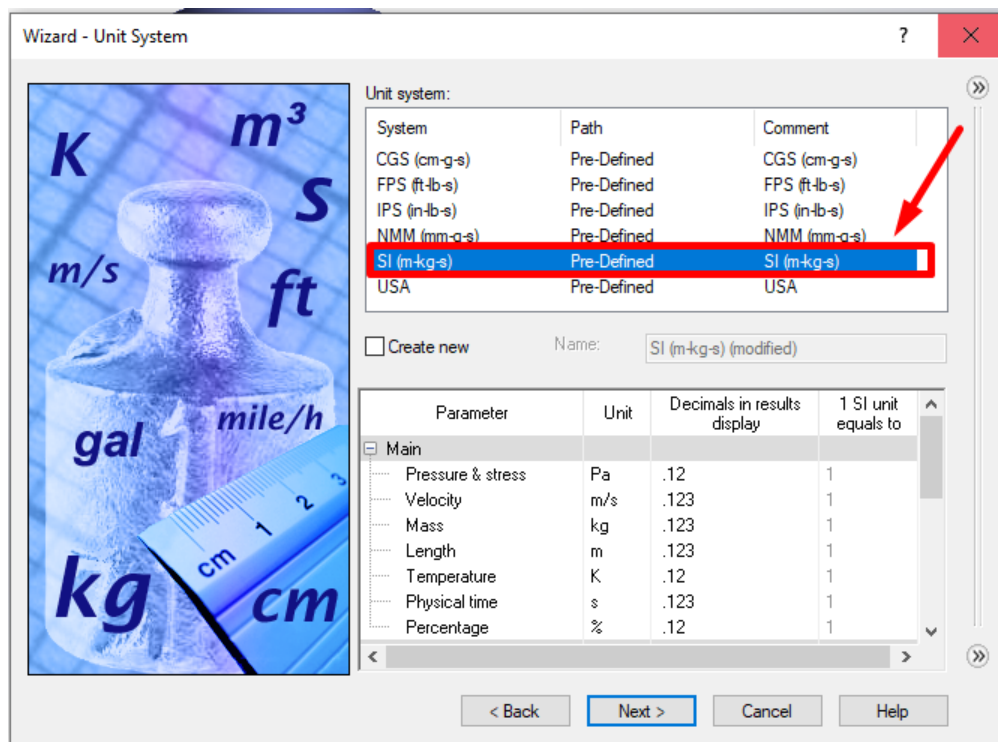

Рисунок 10.3 – Вибір системи одиниць вимірювання
3. Оберіть систему одиниць вимірювання (**SI** для цього завдання) (рис. 10.3). Можна змінити систему одиниць у будь-який момент, натиснувши **Flow Simulation > Units** (Одиниці).